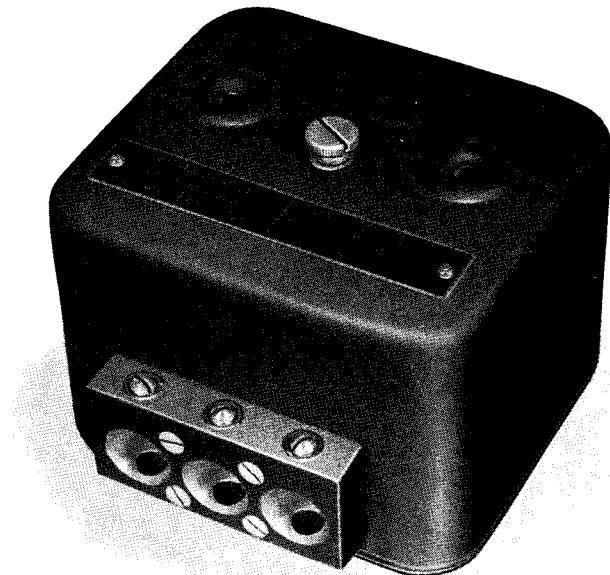

Abb. 16. Vorderansicht des Widerstandskästen
**Ausführung** (s. Abb. 16 und 17): Rechteckiges Gehäuse mit zwei Lüftungslöchern in der abnehmbaren Haube.